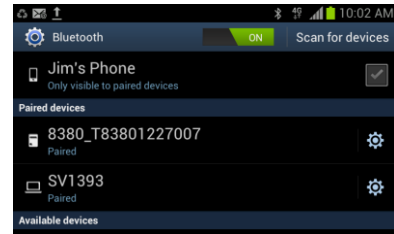

Abbildung 2. Geortete Geräte
- e) Wählen Sie die Seriennummer des Modells 8380 aus der angezeigten Geräteliste aus (Abbildung 2).